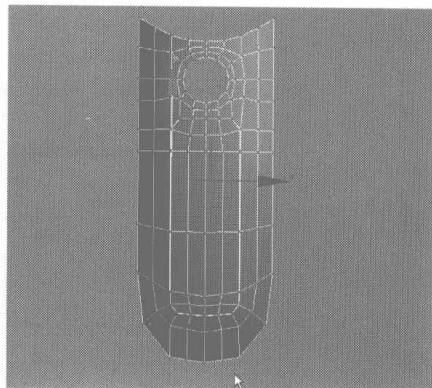

图 3.92
- 09** 在 Front 视图中框选如图 3.92 所示的节点，将其删除，然后取消节点编辑，在工具栏中单击  按钮，在弹出的对话框中依照默认值进行设置，将该物体镜像。